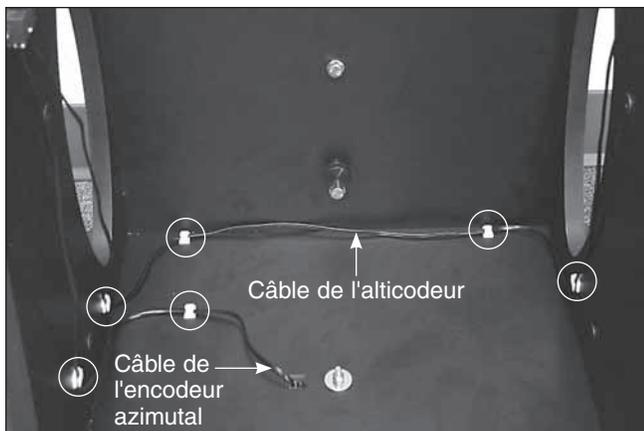

Figure 13. Utilisez les agrafes métalliques pour fixer les câbles soigneusement à la base.
21. Utilisez les agrafes métalliques fournies dans le kit de l'IntelliScope pour maintenir les câbles d'altitude et d'azimut contre les panneaux de la base. Nous vous recommandons d'utiliser deux agrafes pour le câble d'azimut (le plus court), et quatre pour le câble d'altitude (le plus long) (figure 13). Les agrafes comportent une face adhésive. Il suffit de peler le papier au dos de l'agrafe et d'appliquer l'adhésif sur la base, à l'endroit où vous souhaitez fixer l'agrafe.